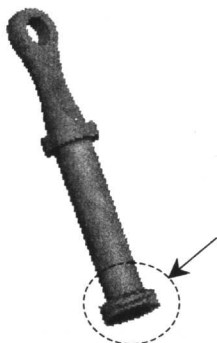

图 1.1.17
- (4) 预览特征: 在操控板中, 单击预览图标 , 可浏览所创建的圆角特征。
- (5) 完成特征: 在操控板中, 单击完成图标 , 则完成特征的创建。
Step11. 创建如图 1.1.17 所示的实体拉伸特征，相关操作如下。